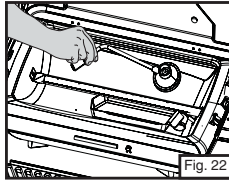
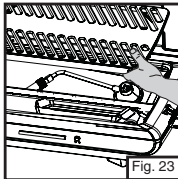
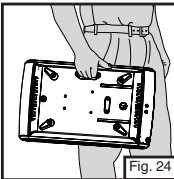

Fig. 22
Fig. 23
Fig. 24
- Para almacenaje o transporte, la bandeja de goteos y el regulador pueden ser colocados debajo de la parrilla. (Fig. 22, Fig. 23, y Fig. 24)